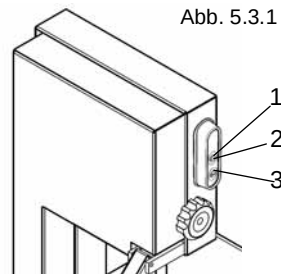

Abb. 5.3.1
5.3 - Einschaltung der Knochensäge (Abb.5.3.1)
5.4 - Ausschaltung der Maschine (Abb. 5.3.1)